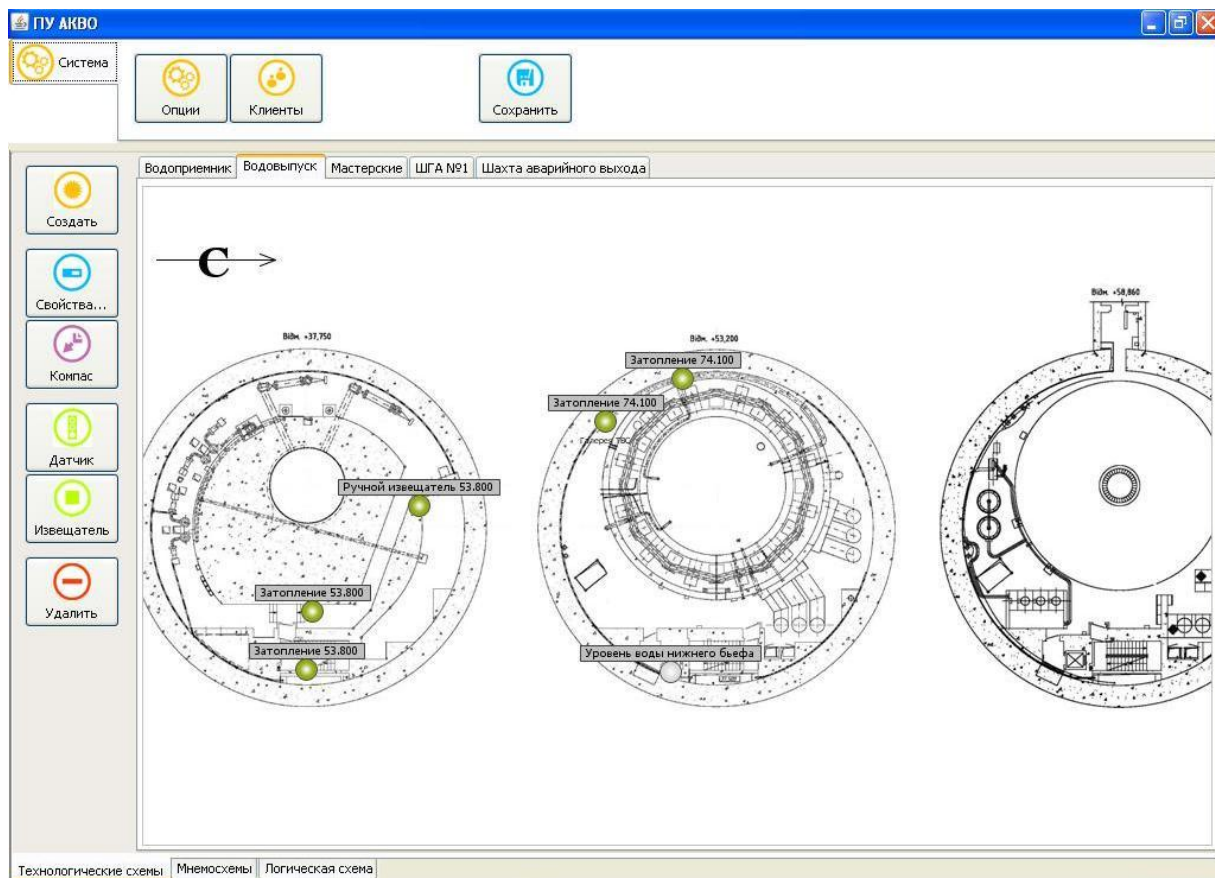

Рисунок 11 - Пример технологической схемы с нанесенными датчиками и ручными извещателями
Далее, если необходимо ввести еще технологические схемы предприятия, администратор должен нажать кнопку «Создать», см. рисунок 11, после чего создается новая закладка в верхней части рабочего поля и далее проделать все вышеописанные операции, аналогичные предыдущей технологической схеме, с обязательным в конце сохранением технологической схемы.
- нажимается кнопка «Удалить» внизу боковой панели экранной формы, см. рисунок 11;